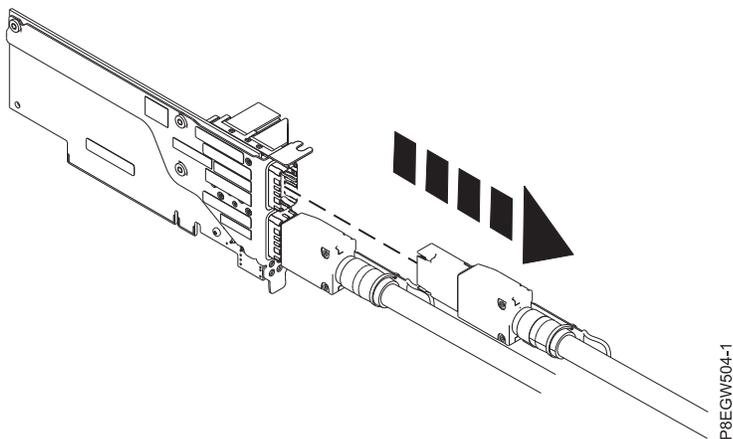

図 3. ホスト・システム上の PCIe3 ケーブル・アダプター・ポートからの拡張ドロワー・ケーブルの取り外し
2. プルタブをつまみ、拡張ドロワー・ケーブルをホスト・システム上の PCIe3 ケーブル・アダプター・ポートから引き出します (4 ページの図 3 を参照)。